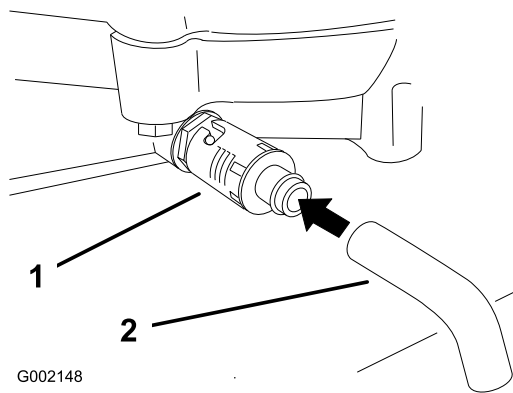

Figure 22
- Placez un bac sous la vidange. Tournez le robinet de vidange d'huile pour permettre à l'huile de s'écouler (Figure 22).